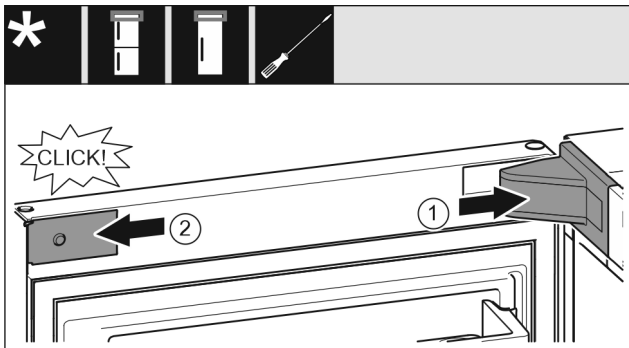

Fig. 23
- ▶ Colocar y encajar la cubierta del soporte de apoyo; dado el caso, separar presionando con cuidado. *Fig. 23 (1)*
- ▶ Colocar y encajar lateralmente el panel. *Fig. 23 (2)*